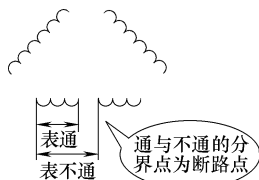

图 2-36 查出断线点（“△”联结）
2) 查找断路线点 拆开电路机,由于绕组的断路多在绕组端部,先观察绕组端部,一般即可找到断路线点。通过观察未找到故障时,可用万用表一只表笔接于断相绕组一端,另一只表笔接一钢针,依次插入绕组线芯,电阻从一定值到“ $\infty$ ”的交界点,就是所查的断路线点,如图 2-36 所示。